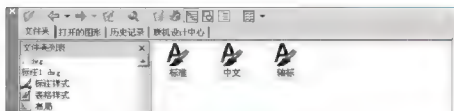

图 3.134 显示底层平面图中的文字样式
(7) 双击【文字样式】选项,出现“宿舍底层平面图.dwg”中所包含的所有文字样式,如图 3.134 所示。